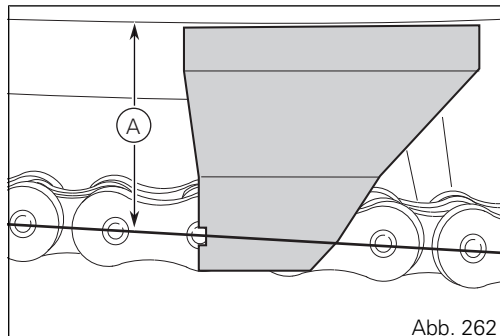
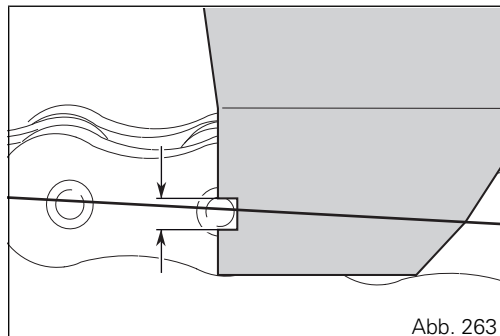

Abb. 262
Abb. 263
Um die korrekte Kettenspannung erfassen zu können, muss die Übereinstimmung der Achsen der Kettenstifte (schwarze Linie in (Abb. 262)) im Bezugsbereich des Einschnitts an der Kettenspannlehre überprüft werden: von den Pfeilen (A) in (Abb. 262) (56÷58 mm) eingegrenzter Bereich. Sollten die Kettenstifte über oder unter diesem Bereich (Abb. 263) liegen, muss die Kette S. 369 gespannt werden.